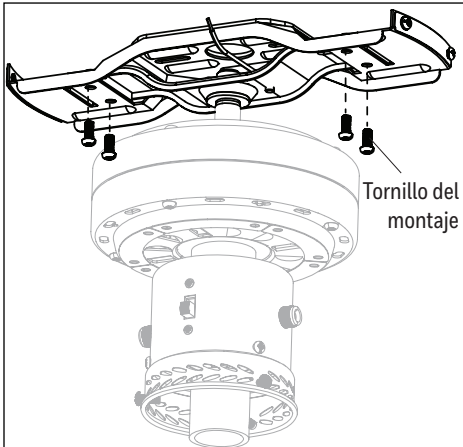

Figure 2.4
4. Vuelva a instalar el tornillo del montaje previamente retirado para fijar al soporte de montaje inferior al soporte de montaje superior (Figure 2.4).